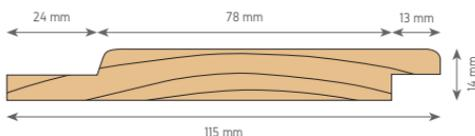

Fig. 1
- Si se aplica en exteriores, instalar sólo en posición horizontal. Considerar una membrana impermeable al agua (fieltro asfáltico o membrana sintética) y sobre ésta, un cadenetado para permitir que el revestimiento se seque en caso de penetración de agua. En interiores, puede aplicarse vertical u horizontalmente (Fig. 1).
- Para el cadenetado, se recomienda MSD Terminación de 1x2 con un espaciamiento máximo de 60 cm entre apoyos, fijado a la estructura con clavos o tarugos, según sea de madera o albañilería (Fig. 1).